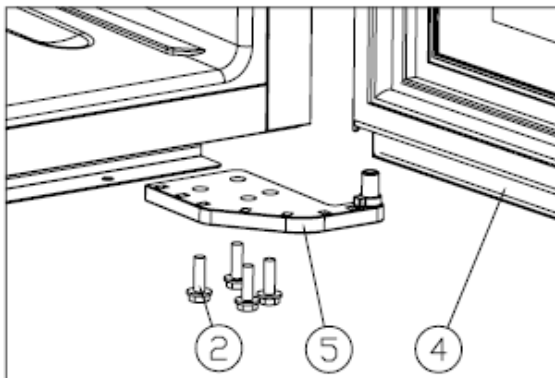

Figure 2
Schroef de M5\*16-schroeven (2) los, verwijder het rechter onderscharnier (5). [Figure 2]